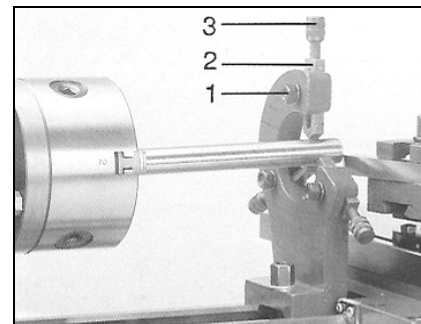

Fig 17
Drehen Sie an den Rändelschrauben (3, Fig 17) bis alle Gleitbacken (2) das Werkstück berühren ohne es zu klemmen. Die Sechskantmutter (1) festziehen.